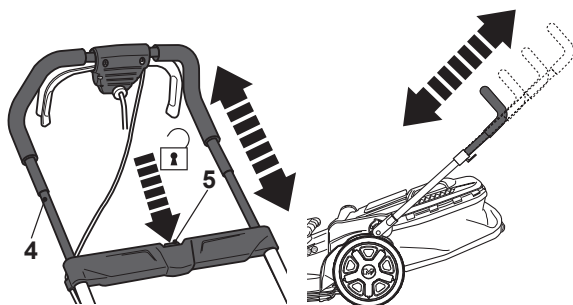

Fig. 10
- > Suelte la palanca (10) (Fig. 10, paso 3) y asegúrese de que encaje en su lugar correctamente.
- > Asegúrese de que el cable de alimentación (16) no quede atrapado.
- > Pulse el botón de desbloqueo (5) y empuje o tire de la barra del mango superior (4) hasta la altura deseada (Fig. 10). Durante este ajuste de altura, mantenga el botón pulsado.